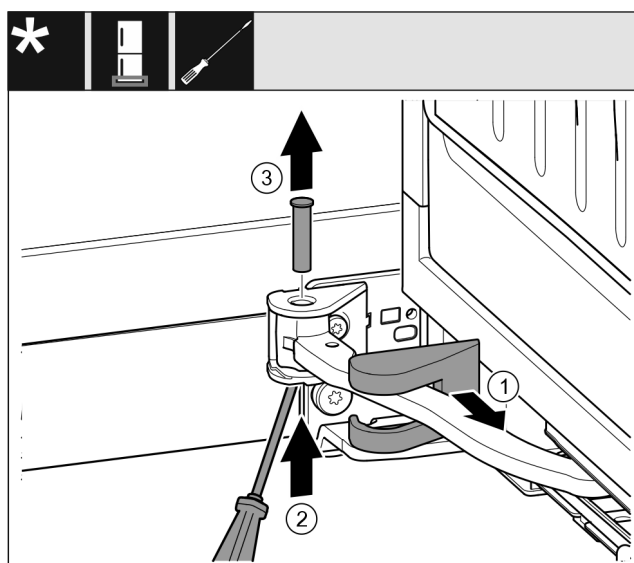

Fig. 14
► Stáhněte kryt stojanu ložiska Fig. 14 (1) a posuňte podél kloubu.
► Čep Fig. 14 (2) zespodu nadzvedněte šroubovákem.
► Čep Fig. 14 (3) vytáhněte shora.